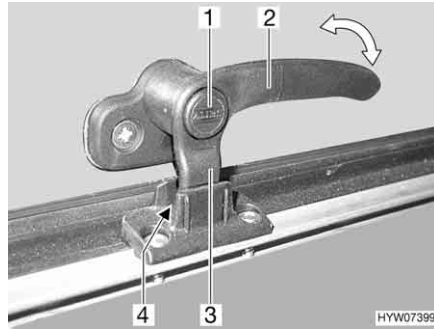
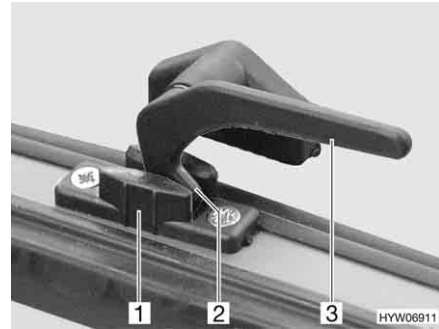

Fig. 79 Leva di serraggio con bottone di sicurezza in posizione "Aerazione continua"
Fig. 80 Leva di serraggio in posizione "Aerazione continua"
- In posizione di "Aerazione continua" (Fig. 79 e Fig. 80)
- Se presente, premere e tenere premuto il bottone di sicurezza (Fig. 79,1).
- Ruotare la leva di serraggio (Fig. 79,2 o Fig. 80,3) di un quarto di giro verso il centro della finestra.
- Girare nuovamente all'indietro la leva di serraggio. Riportare contemporaneamente il nasello di chiusura (Fig. 79,3 o Fig. 80,2) della leva di serraggio nella rientranza della chiusura della finestra (Fig. 79,4 o Fig. 80,1).
- Se presente, rilasciare il bottone di sicurezza (Fig. 79,1).